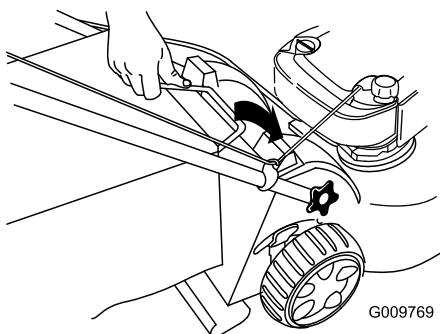

Figura 31
3. Inserite la maniglia del cesto di raccolta nelle scanalature presenti sulla parte superiore del tosaerba (Figura 31).